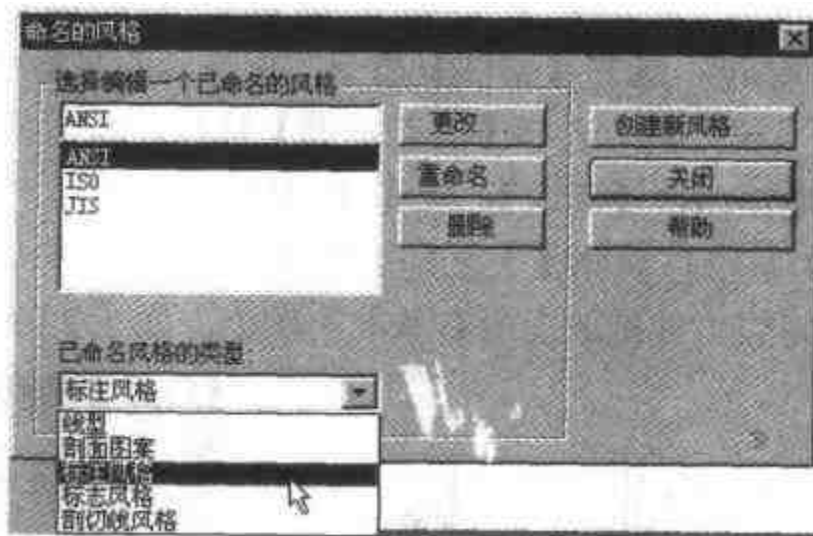

图 2.96 设定标注的风格
- (1) 要改变整个图形的尺寸标注风格,首先单击【命名风格】按钮,打开【命名的风格】对话框。在其中的【已命名风格的类型】下拉列表框中,选择【标注风格】选项,然后选择 ANSI(美国国家标准组织)作为命名的风格,并单击【更改】按钮,如图 2.96 所示。